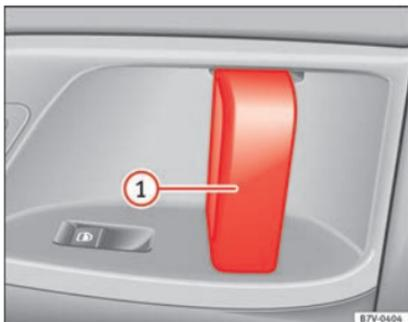

Abb. 134 An der Schiebetür: Türgriff ①.
Schiebetür von innen öffnen.	Bei entriegelter Schiebetür am Innentürgriff ziehen und Schiebetür vollständig aufschieben » Abb. 134 ①.